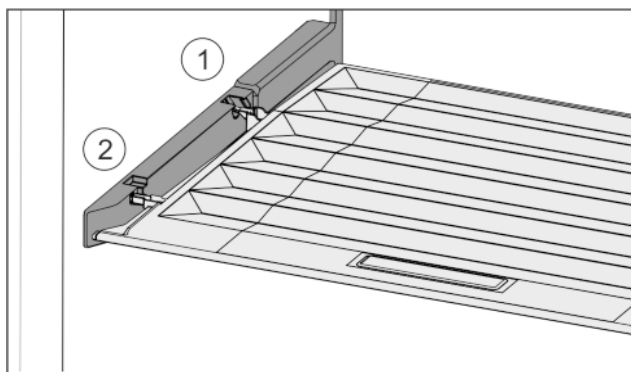

Fig. 31
- ▶ Пъхнете шийките на капака през отвора в задния държач Fig. 31 (1) и фиксирайте отпред в държача Fig. 31 (2).